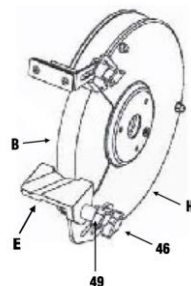

fig. 2
Pour fixer les supports d'outil (E), procédez comme suit (fig. 2).
- Fixez le support de la règle à l'intérieur du protège-meule (H) à l'aide du boulon de carrosserie, d'une rondelle étoile, d'une rondelle et d'un bouton.
- Fixez le support d'outil (E) au support à support d'outil à l'aide du contre-écrou (n° 49).
- Réglez la position du support à support d'outil de manière à ce que le support d'outil soit à environ 1/8 po de la meule (B).